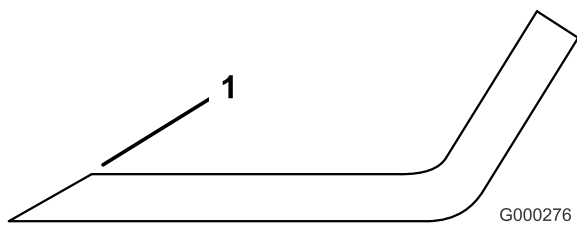

Figura 87
1. Utilice una lima para afilar el filo de corte en ambos extremos de la cuchilla (Figura 87). Mantenga el ángulo original. La cuchilla permanece equilibrada si se retira la misma cantidad de material de ambos bordes de corte.